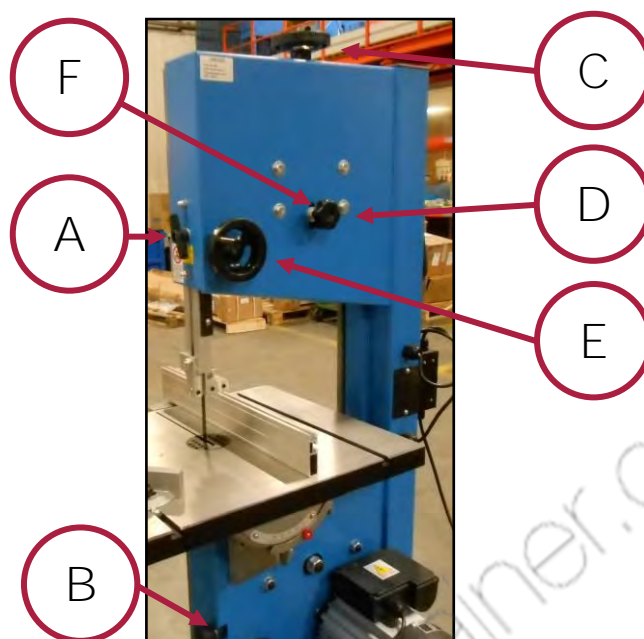

Figura 8 – Volantini e pomelli lato motore.
- sbloccare il riparo svitando in senso antiorario il pomello di blocco (rif. A Figura 8);
- **regolare l'altezza desiderata del riparo (in funzione dello spessore del pezzo da tagliare), spostandolo in alto od in basso mediante volantino (rif. E Figura 8);**
Nella parte superiore del corpo macchina è presente la vite di regolazione della tensione della lama a nastro (rif. C in Figura 8). Ciò, è necessario per assicurare la maggiore stabilità e sicurezza durante la rotazione ad alta velocità. A questo proposito, regolare la tensione della lama a nastro allentare il dado (rif. F in Figura 8) e tensionare ruotando in senso orario la vite (rif. C in Figura 8) verificando di ottenere un tensionamento perfetto della lama stessa facendogli eseguire alcuni cicli di rotazione a mano.
Nella parte superiore del corpo macchina, sulla parte posteriore del coperchio superiore del vano pulegge è presente il pomello di regolazione dell'inclinazione della puleggia superiore (rif. D in Figura 8).
Sbloccare il dado (rif. F in Figura 8), una volta allentato ruotare di pochi gradi (1/4 di giro per volta) e verificare la posizione della lama sul volano. Per evitare la perdita della stradatura i denti della lama stessa devono fuoriuscire dal volano e non essere a contatto con lo stesso. In caso contrario la lama si potrebbe appiattire peggiorando le sue qualità di taglio.